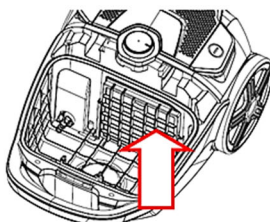

Fig 12
3. **Pastroni ose shkëmbeni filtrin e hyrjes:** Zëvendësoni ose Pastroni filtrin Hyrës kur vëreni se filtri i Hyrjes është i ndotur. Rekomandimi ynë është të pastroni ose zëvendësoni filtrin e hyrjes pas të ndryshoni qesen e pluhurit X 3 (Fig 12 and 13).
3. Filtri i shkarkimit Hepa dhe filtri i mbrojtjes së motorit duhet të pastrohen ose ndërrohen pasi të jenë ndotur.. (Fig 12 - 14)